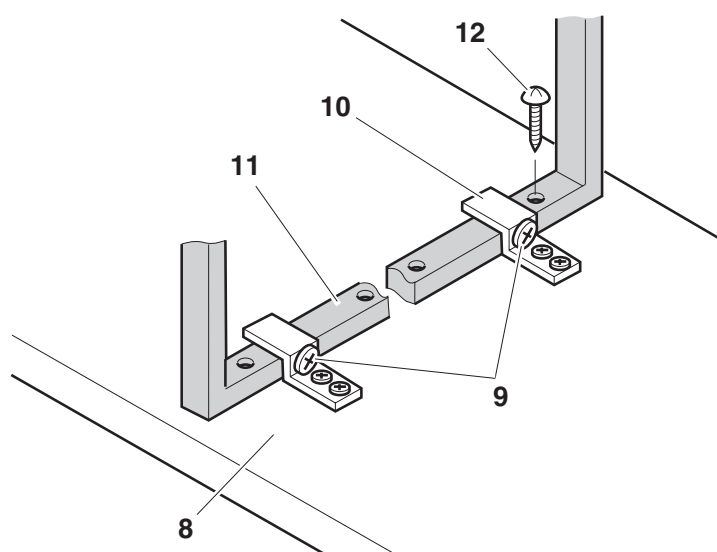

Abb. 14
- Mit den beiden Linsenschrauben **9** am mittleren Querrohr **11** die Frontplatte **8** justieren, mit einer Schraube **12** fixieren, ggfs. Bettgestell und Frontplatte durch eine Schraubzwinge oben verspannen und das Fugenbild der Frontplatte überprüfen, siehe **Abb. 14**.